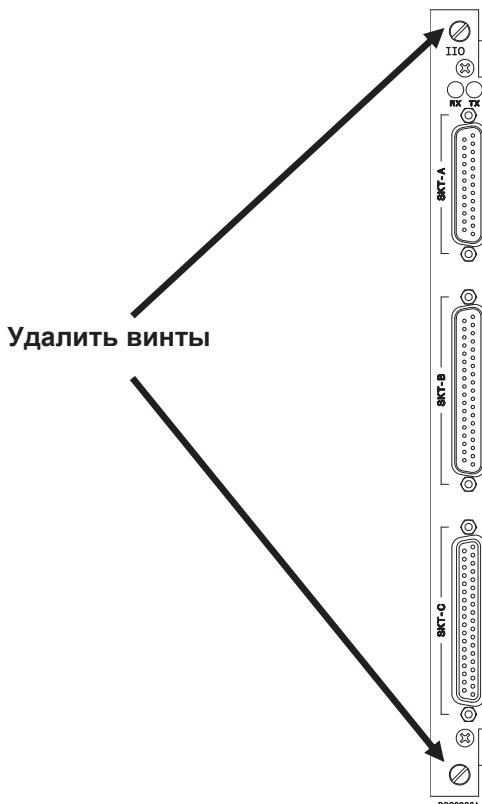

Рисунок 2-11. Винты на ё ввода/вывода
1. Отвинтите и снимите небольшие винты с головкой «под крест» на ё ввода/вывода (см. *рисунок 2-11*).